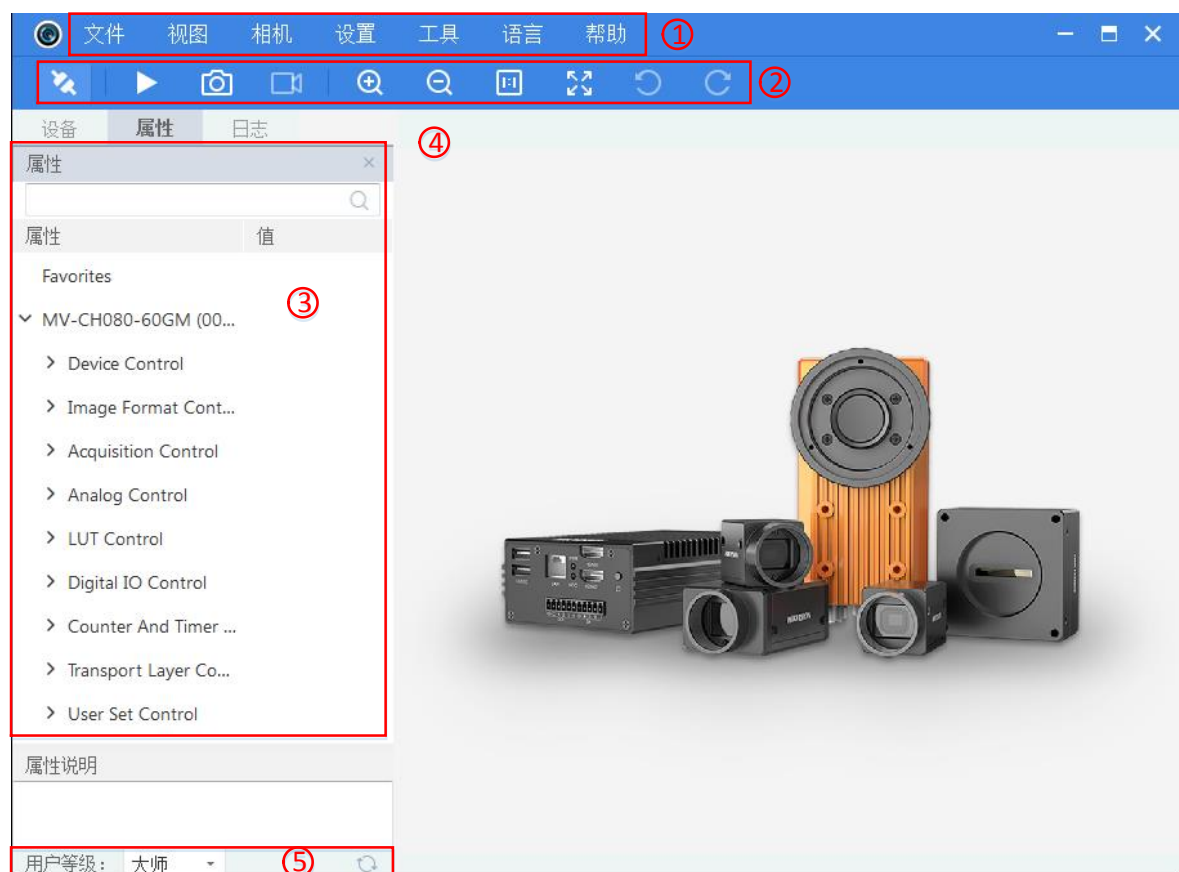

图3-4 客户端主界面
- 双击桌面的 MVS 快捷方式，打开客户端软件，其中①②③④区域分别代表菜单栏区、控制工具条区、设备列表和属性区、预览区会显示当前设备列表中选中设备的图像，双击打开设备，设备属性如图 3-4 中③所示。
属性窗口下的用户级别，如图 3-4 中的⑤所示，有初级、专家和大师三种，对应的属性窗口中的参数会有部分差异。
3. 在设备属性区点击设备名称前的+可以展开设备的属性树，如图 3-4 中③所示。简要介绍如下：